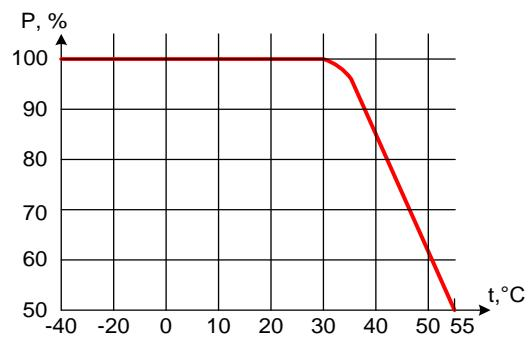

Рис. 10
* При температуре выше + 35 °C требуется запас по току, см. рис. 10
ВНИМАНИЕ; при повышении температуры окружающей среды уменьшается максимальная допустимая мощность нагрузки регулятора (см. рис. 10).